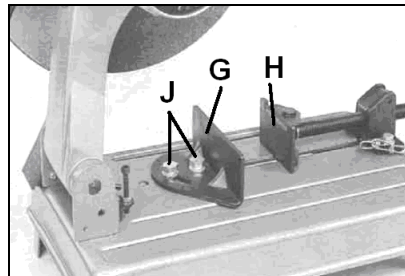

Fig 5
Zur Erweiterung der Spannkapazität kann die Spannbacke (G, Fig 5) in unterschiedlichen Positionen festgesetzt werden.
Die Schrauben (J, Fig 5) lösen und die Spannbacke (G) in die gewünschte Gehrungsstellung bringen.